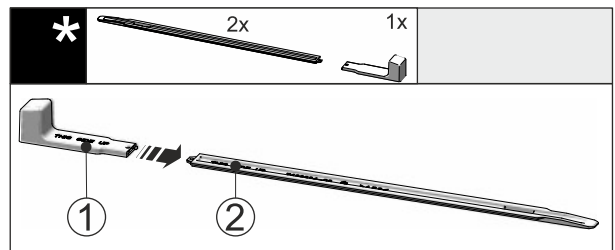

Fig. 45
- ▶ Insérer la poignée de montage Fig. 45 (1) dans le rail de nivellement Fig. 45 (2).